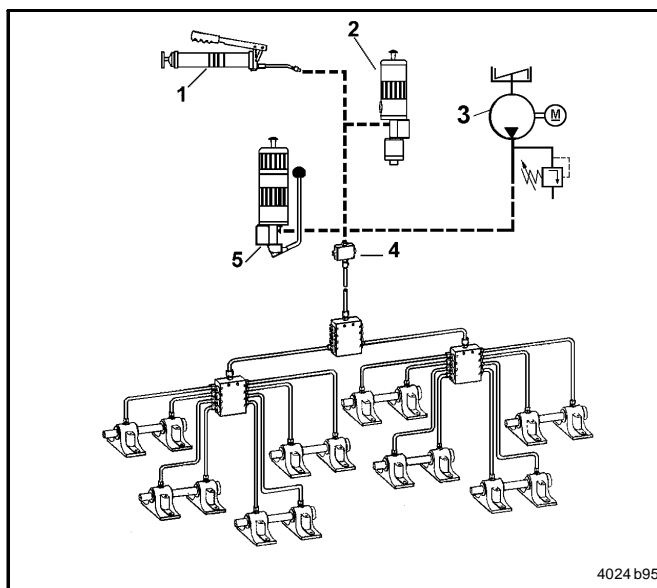

Fig. 13 Possibilità di collegamento delle pompe
- In abbinamento alle pompe manuali, pneumatiche o elettriche, i distributori progressivi costituiscono impianti di lubrificazione centralizzata semplici ed economici (fig. 13).